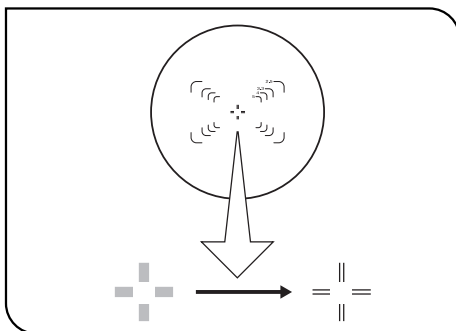

Fig. 13
1. Enquanto olha pela ocular direita com o olho direito, rode o anel superior da ocular até surgir claramente, no campo de visão, linhas cruzadas duplas. (fig. 13)